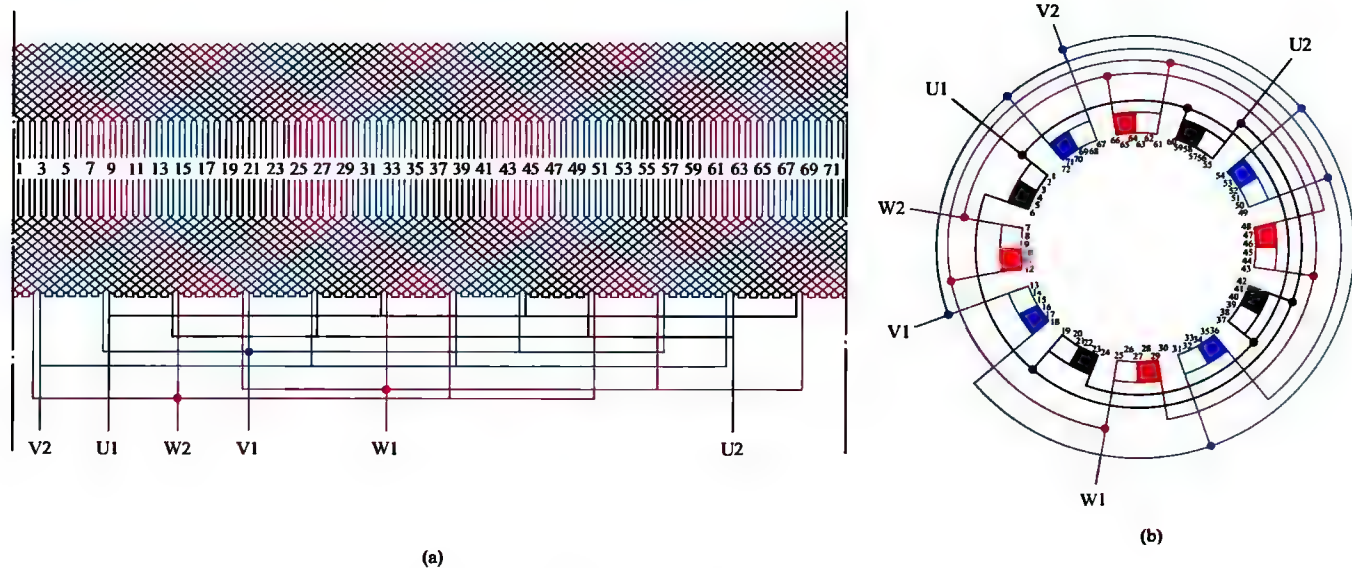

图 1-51 三相 4 极 72 槽双层叠绕组 4 路接法
51. 三相 4 极 72 槽双层叠绕组 4 路接法展开图与接线圆图 (见图 1-51)